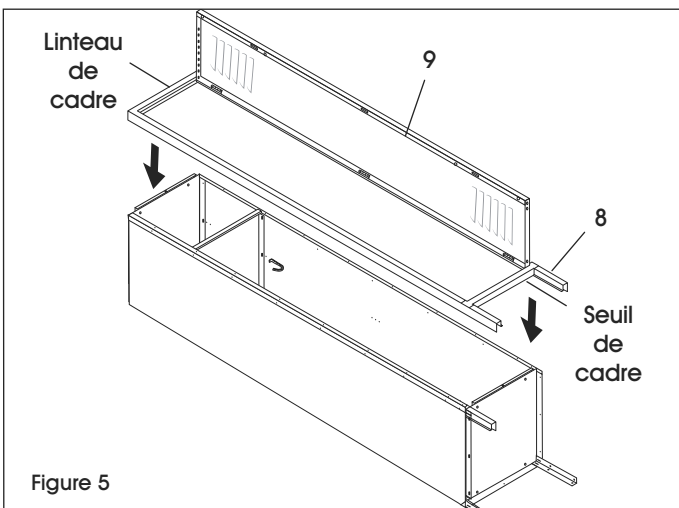

Figure 5
7. Placez la porte et le cadre (8 et 9) sur la structure du casier. Fixez le dessus au linteau du cadre et le bas au seuil du cadre (un boulon chacun). Terminez en fixant la porte et le cadre sur les côtés de la structure du casier. (Voir Figure 5) Si vous rattachez une deuxième unité, passez à la section **JOINDRE LES UNITÉS**.